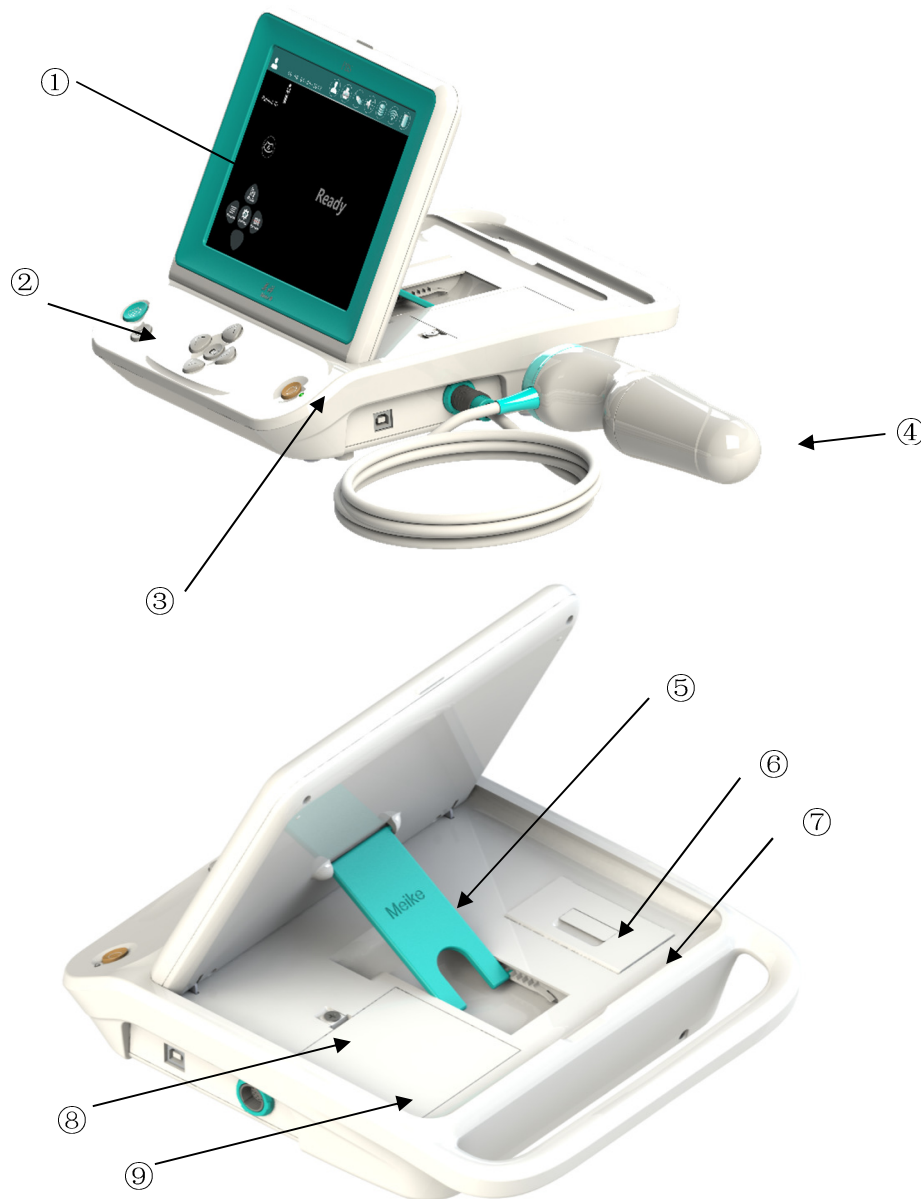

Bild 3-3 Bild på utrustningen
3.3.1 Bild på utrustningen, se Bild 3-3